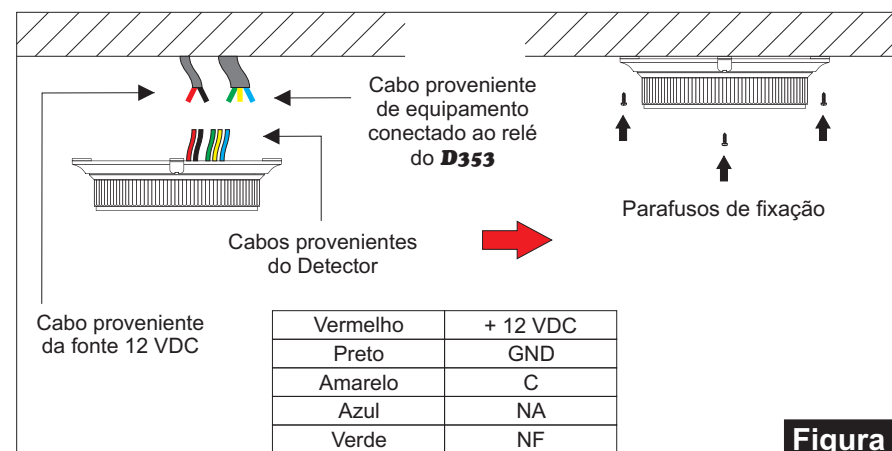

Figura 3
- Fixe a base do Detector na superfície escolhida através de 4 parafusos (Figura 3).